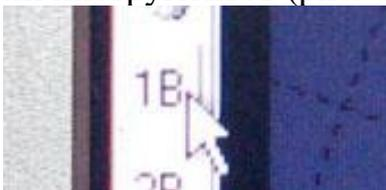

Рис. 6.41. Кнопка «1В» левой панели инструментов
- с помощью маркера нажмите кнопку «1В» (первый ввод оператора), размещенную на левой панели инструментов (рис. 6.41);